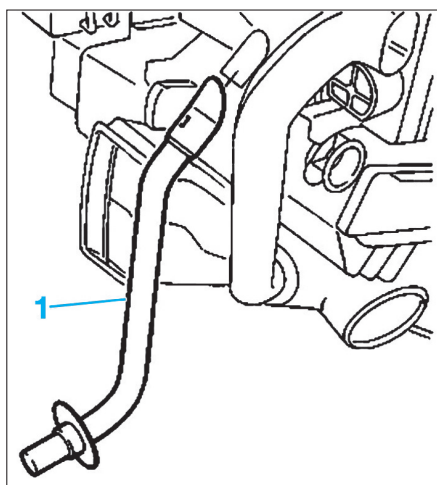

Fig. 23
- Déposer le tuyau d'évacuation (1) de la condensation (Fig.23).